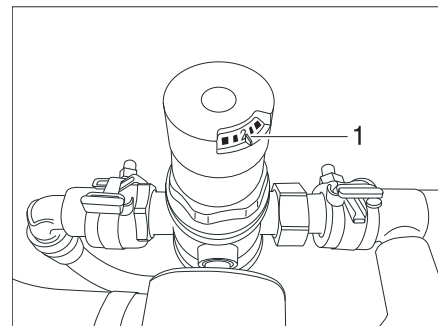

Bild 178 Druckminderer-Einstellung
- Druckminderer-Einstellung von 2 bar (Ausstattung Boiler) bzw. 3 bar (Ausstattung Durchlauferhitzer) (Bild 178,1) kontrollieren.